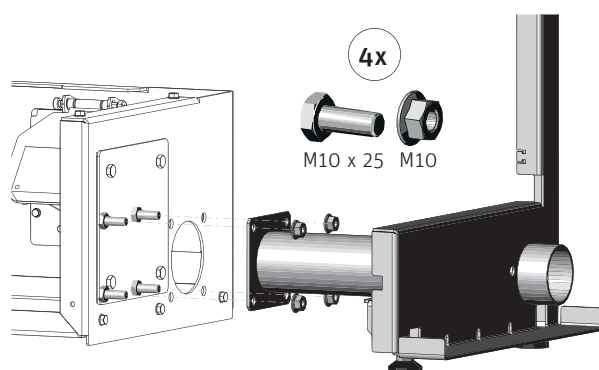

Fig. 222
- Montare il supporto coclea/uscita tubo anteriore con 4 viti M10 x 25 e dadi flangiati M10 – Fig. 222.